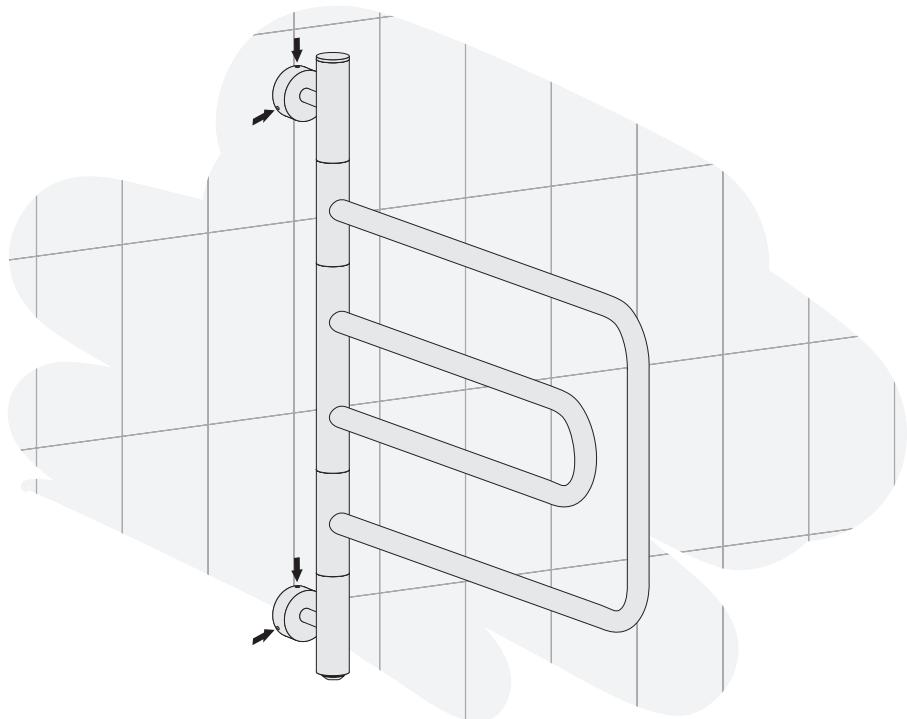

Рис.15
4.2.8. Прижать до упора весь полотенцесушитель к стене и с усилием зафиксировать стопорные винты в кронштейнах (рис. 15).